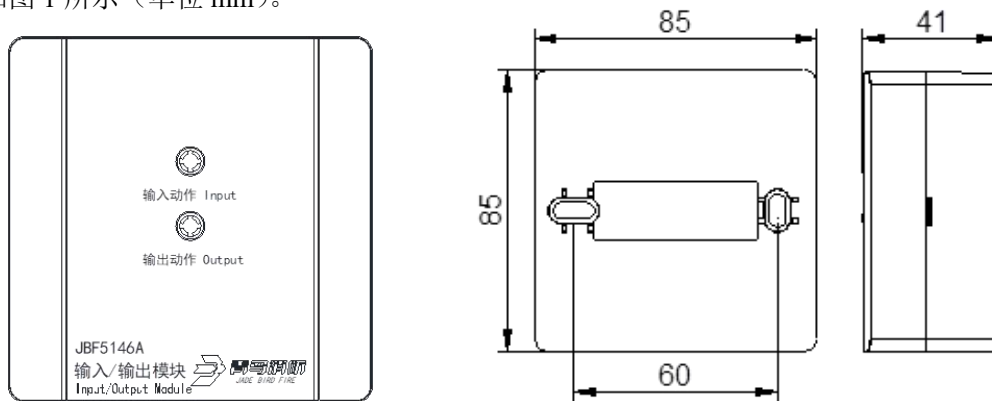

图 1 外形及安装尺寸图
- 布线施工后，通过预埋盒或使用膨胀螺栓将底座固定在墙上（使用 M4 螺钉），安装孔距为 60mm。如图 1 所示（单位 mm）。